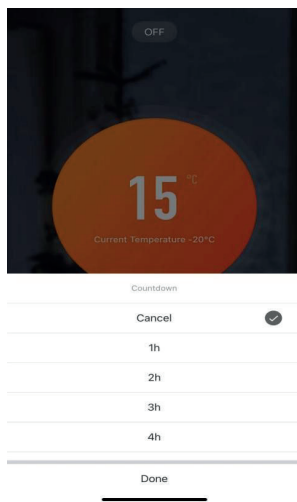

Bild 8
3. Drücken Sie den Timer, Sie können zwischen 1~8 Stunden wählen, wie in Abbildung 8 gezeigt.